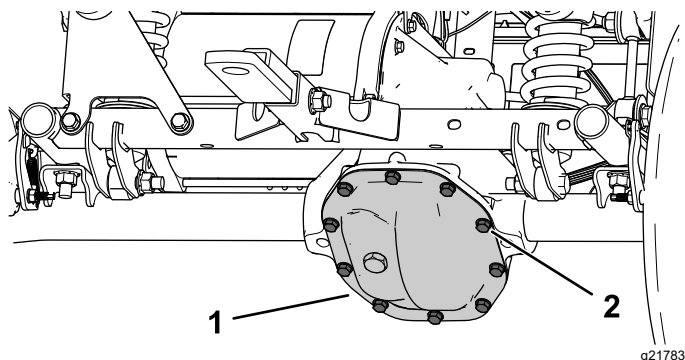

Figura 55
1. Alinhe um recipiente de escoamento com a cobertura da transmissão (Figura 55).
2. Retire os parafusos da cobertura da transmissão e drene completamente o fluido (Figura 55).